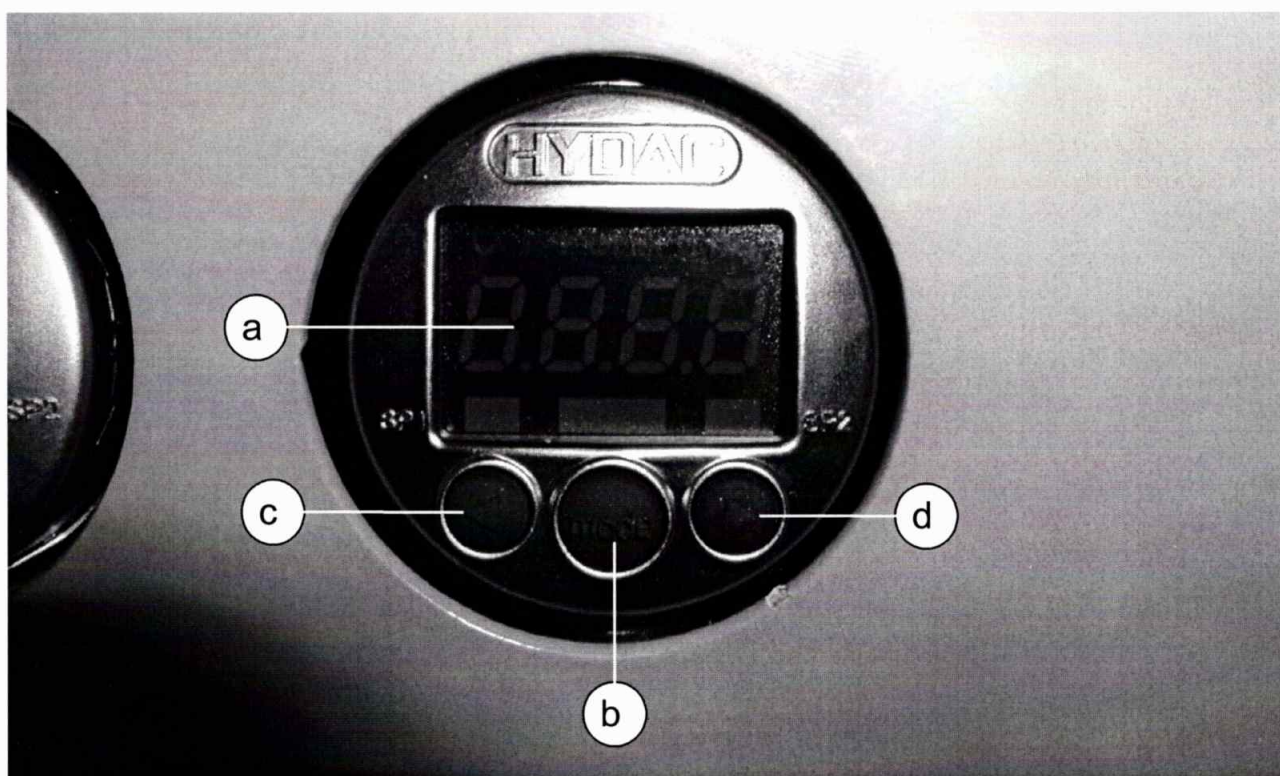

fig. 6.3.1
Legenda di fig. 6.3.1:
La fig. 6.3.1 mostra in dettaglio uno dei pressostati elettronici di cui viene allegato il relativo manuale d'uso e manutenzione. Per l'utilizzo in questione l'unica regolazione da effettuare su questi dispositivi, è l'impostazione del valore della pressione di soglia (S.P.2). Quando il pressostato raggiungerà tale pressione fermerà l'alimentatore finché la pressione nel circuito non sarà ridiscesa al di sotto del valore di taratura.
- premere ripetutamente il tasto **"mode"** indicato dal particolare (b) di fig. 6.3.1 finché il display non visualizza la sigla S.P.2;
- variare il valore di soglia agendo sui tasti di aumento e diminuzione indicati rispettivamente dal particolare (d) e dal particolare (c) di fig. 6.3.1;